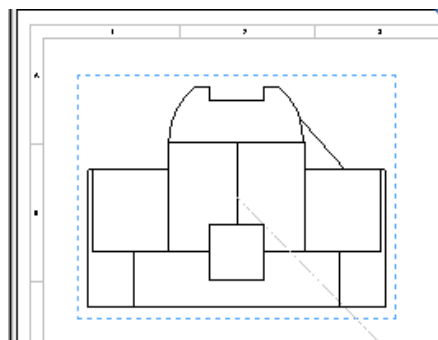

Рисунок 4.27 – Вид деталі спереду
5. Виберіть вид "СПЕРЕДИ" (FRONT), масштаб – "ИСПОЛЬЗОВАТЬ МАСШТАБ ЛИСТА" (Use sheet scale), і натисніть у верхньому лівому куті листа. Розмістіть проекційний вид як показано на рис. 4.27.